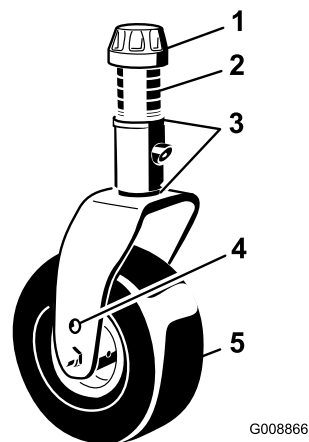

Figura 81
1. Retire tampa de tensionamento do eixo roscado e desloque o fuso para fora do braço da roda giratória (Figura 81).